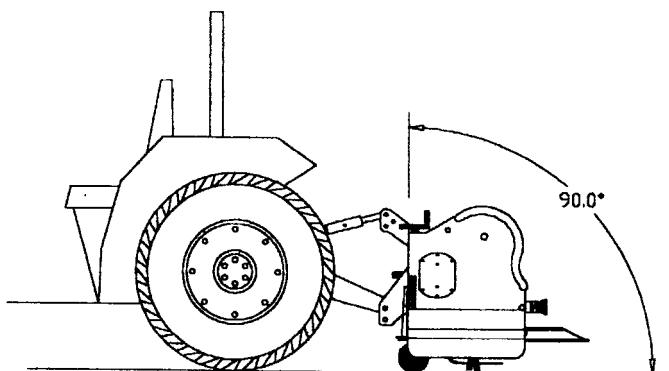

Fig. 8
- Réduisez ou augmentez la longueur de la bielle supérieure pour que la machine soit verticale (Fig. 8). Servez-vous du boîtier de mise à niveau du tracteur pour éléver la machine uniformément vue de l'avant ou de l'arrière.